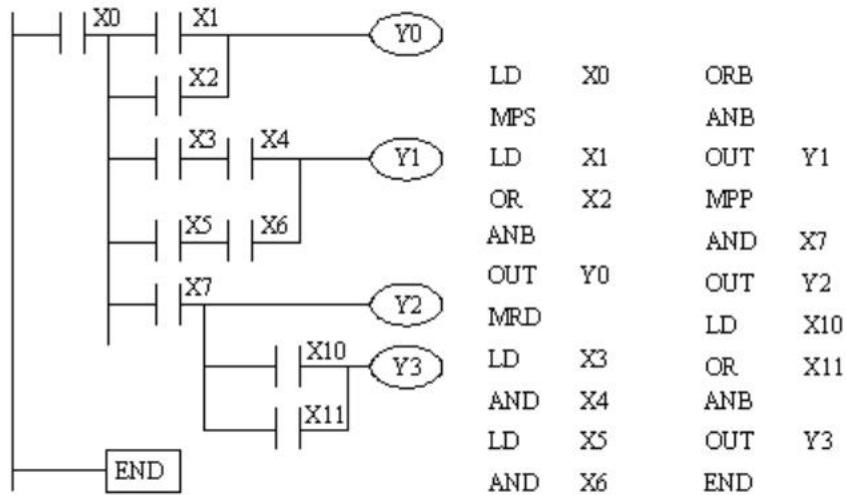

图 9 栈指令编程实例
栈指令编程梯形图实例如图 9 所示。
- (1) 按图 9 输入程序。
- (2) 检查程序，使其正确。
- (3) 运行该程序，当 X0=1(ON)时，观察输出状态。
- ① Y0 的状态取决于 X1 或 X2 的状态。
- ② Y1 的状态取决于 X3、X4 相与或 X5、X6 相与的状态。
- ③ Y2 状态取决于 X7 的状态。
- ④ Y3 状态取决于 X7 及 X10 或 X11 的状态。